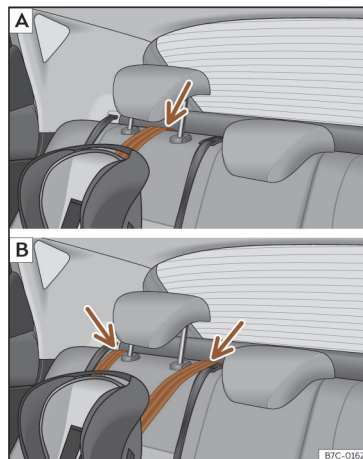

Fig. 27 Asientos traseros: ajuste y montaje en función del cinturón Top Tether.
- Coloque la correa por debajo del apoyacabezas del asiento posterior»» fig. 27 (en función de las instrucciones de la propia silla, levante o retire el apoyacabezas si fuera necesario).